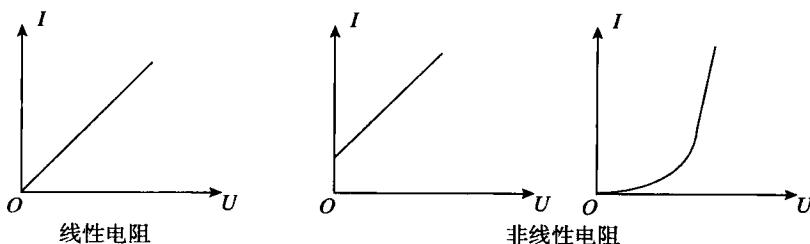

图 1-3 伏安特性曲线
(5)伏安特性曲线。在温度一定时,在电阻元件上加不同的电压时测得不同的电流,然后在直角坐标系中,以电压为横坐标,电流为纵坐标,绘制出的  $U - I$  关系曲线,叫做电阻元件的伏安特性曲线(如图 1-3 所示)。